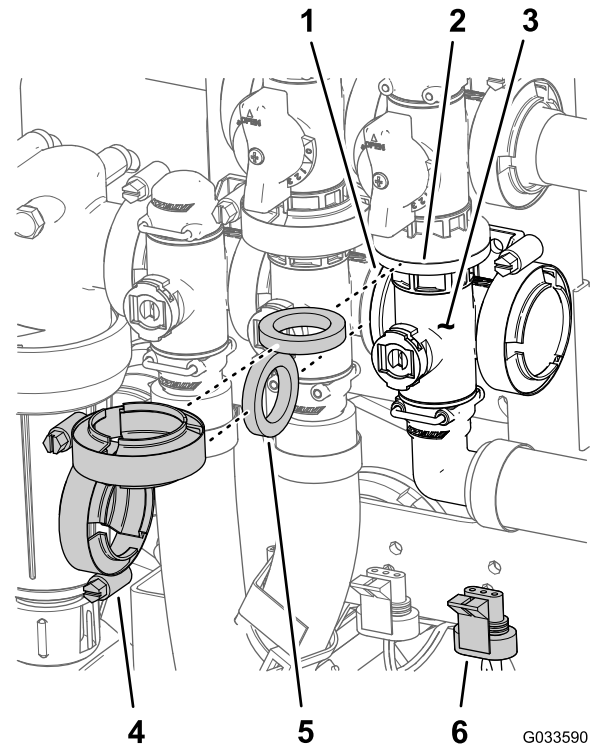

図 129
1. マスターブームバルブマニホールドのフランジ、ガスケット、マスターブームバイパスバルブのフランジを、整列させる 図 129。
2. マスターブームバルブ用マニホールド、ガスケット、マスターブームバイパスバルブを組み立ててフランジクランプを手締めする 図 129。
3. マスターブームバルブマニホールドのフランジ、ガスケット、攪拌バルブ用マニホールドを整列させる 図 129。
4. マスターブームバルブマニホールド、ガスケット、攪拌バルブマニホールドを組み立てて、フランジクランプを手締めする 図 129。
7. 攪拌バルブをバルブマウントに組み付ける; フランジヘッドボルトとフランジロックナット図 129はステップ 3 マスターブームマニホールドバルブの取り外し (ページ 78) で取り外したものを使用し、ボルトとナットを 10-12 N·m 1.0-1.2 kg/cm2 = 90-110 in-lb にトルク締める。